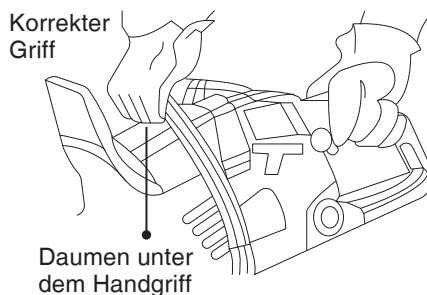
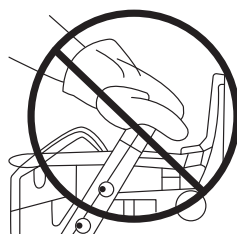

Abb. 12
Abb. 13
•Behalten Sie den richtigen Griff an der Säge bei, solange der Motor läuft. Ihre Finger sollten den Handgriff umschließen und Ihr Daumen sollte sich unterhalb des Handgriffs befinden (Abb. 12). Dieser Griff lässt sich durch einen Rückschlag oder andere plötzliche Bewegungen der Säge am wenigsten lösen. Jeder Griff, bei dem sich Daumen und Finger auf derselben Seite des Handgriffs befinden, ist gefährlich, da bereits ein leichter Rückschlag zum Kontrollverlust führen kann (Abb. 13).